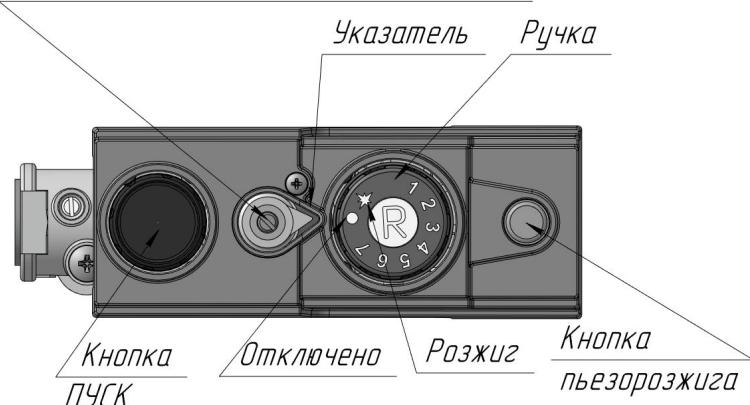

Рисунок 3 - Элементы управления на газовом блоке автоматики САБК-АТ
- КСГ(В) — с индексом С (рис.2) с газовым блоком автоматики САБК-АТ (рис.3);
(рис. 3) в положение «Розжиг».
- Нажать кнопку «Пуск» (6) на газовом блоке, подождать не менее 10 сек (пока давлением газа не будет вытеснен воздух из магистрали запальной горелки), и зажечь запальную го-релку нажав (слышен щелчок) 2-3 раза на кнопку пьезорозжига (11). Допускается розжиг производить спичкой через смотровое окно.
- Повернуть ручку газового блока против часовой стрелки на отметку «7» (рис. 3) и проконтролировать включение основной горелки. Розжиг должен происходить без хлопка, пламя должно распространяться по всей поверхности горелочных труб.